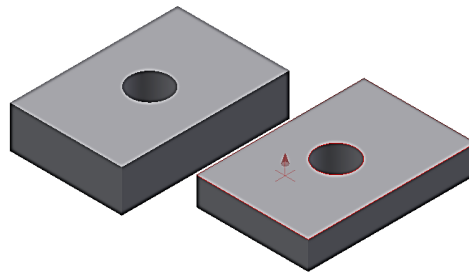

Рис. 3.41. Выбор грани первой пластины
5. Выберите верхнюю грань первой пластины (рис. 3.41).